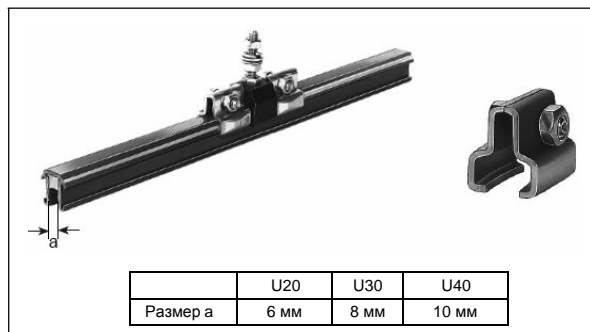

Рис. 6. Подвес и установочная клемма
8. Установочная клемма (рис. 6)
После затяжки установочных клемм нужно проверить ширину паза (рис. 6, размер а).